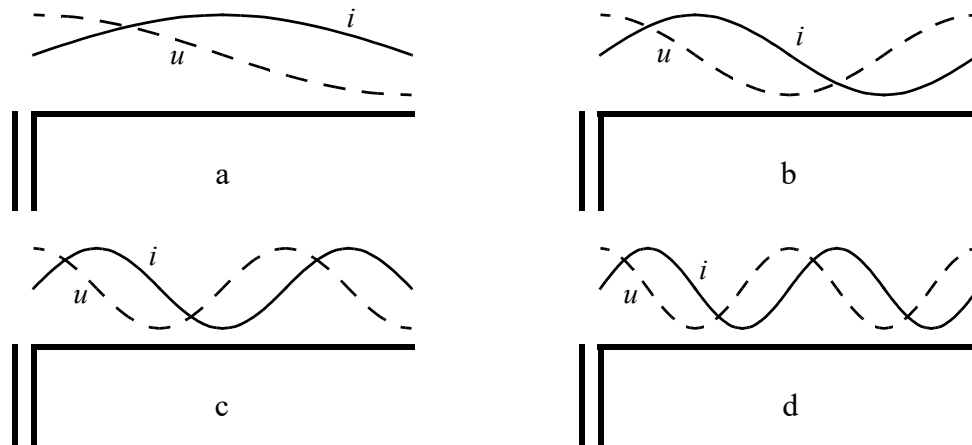

Figure 7.6 Répartition du courant et de la tension dans une antenne demi-onde. a) fondamentale, b) harmonique 2, c) harmonique 3, d) harmonique 4.
7.6 * Une antenne demi-onde ($\lambda/2$) est alimentée en tension, ce qui signifie que le point d'alimentation est à haute impédance. Voir la **Figure 7.6** pour les cas de la fondamentale et des harmoniques 2, 3 et 4. Bien entendu, si la tension est à un maximum, le courant est minimum à cet endroit (loi d'Ohm). Dans les 4 cas, la situation est identiques pour les deux extrémités du brin rayonnant (faible courant, forte tension).
- 7.9 Un point de haute impédance est le siège d'un faible courant et d'une forte tension (loi d'Ohm). Une antenne alimentée en tension est alimentée sur un point de haute impédance. Au point d'alimentation la tension est élevée, on parle d'un ventre de tension et le courant est faible, on parle d'un noeud de courant. Voir par exemple la **Figure 7.6**.